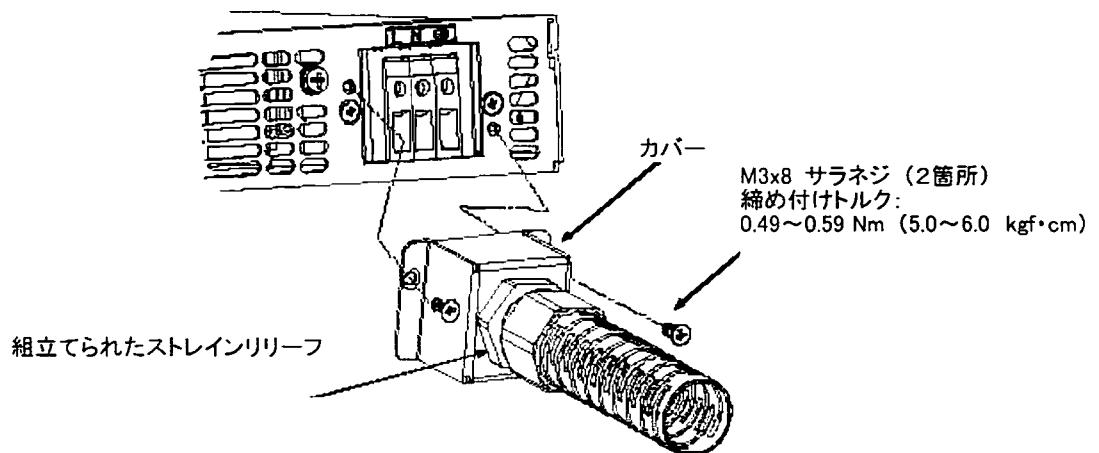

図 3-3: 1500W モデル用 AC 入力カバーとストレインリリーフ
5. この時、入力ケーブルが正しく入力端子に接続されることを確認して下さい。又挟み込みにご注意下さい。添付の M3x8 サラネジでカバーを電源に固定させます。詳細は図 3-3 をご参照下さい。